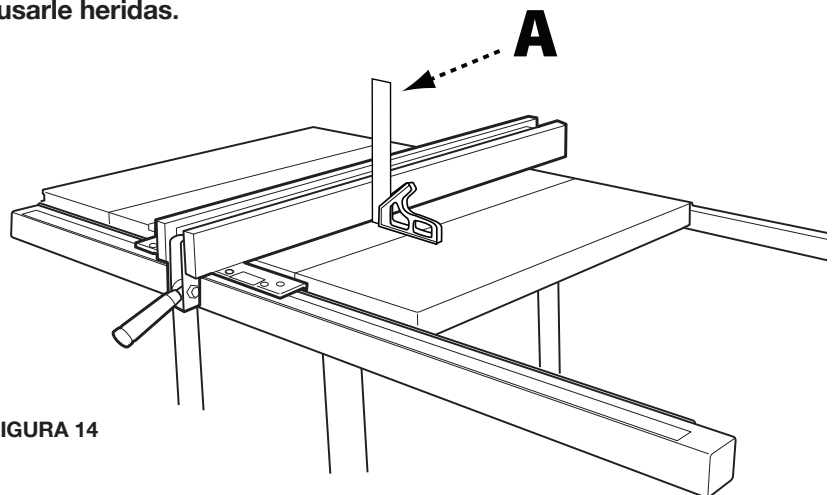

FIGURA 14
2. Usando una escuadra (A) (Figura 14) colocada contra la mitad de la guía, compruebe para ver si la guía es perpendicular a la mesa.